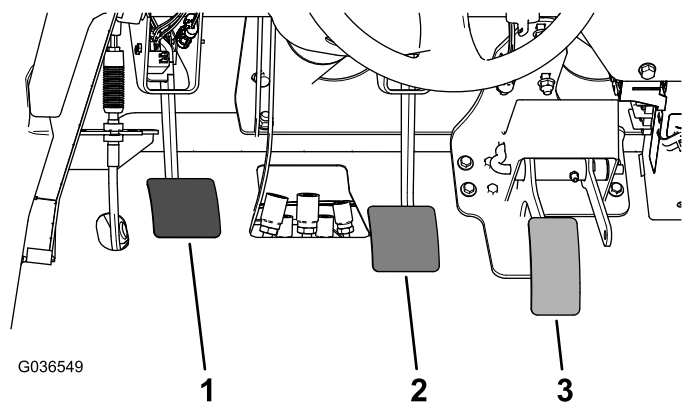

Figura 59
2. Ridicai pedala de frână (Figura 59) până când intră în contact cu cadrul.
3. Slăbii contrapiulițele care fixează furca pe arborele cilindrului principal (Figura 59).